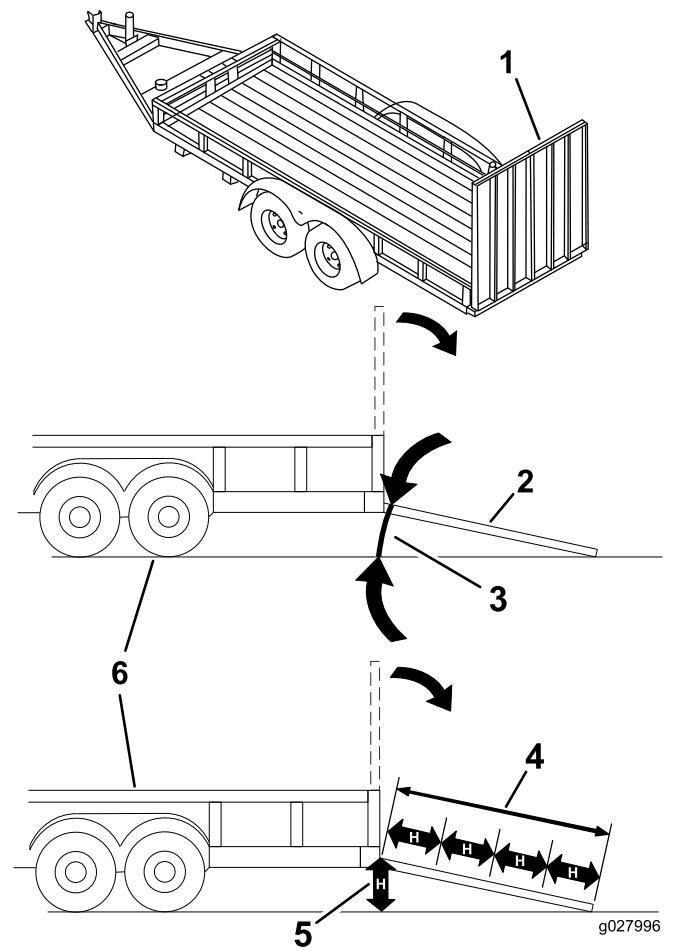

Bild 27
Das Laden einer Maschine auf einen Anhänger oder einen Lastwagen erhöht die Umkipppgefahr und könnte schwere oder tödliche Verletzungen verursachen (**Bild 27**).
3. Senken Sie die Rampe ab und stellen Sie sicher, dass der Winkel zwischen der Rampe und dem Boden höchstens 15 Grad beträgt (Bild 27).
1. Senken Sie die Rampe ab und stellen Sie sicher, dass der Winkel zwischen der Rampe und dem Boden höchstens 15 Grad beträgt (Bild 27).